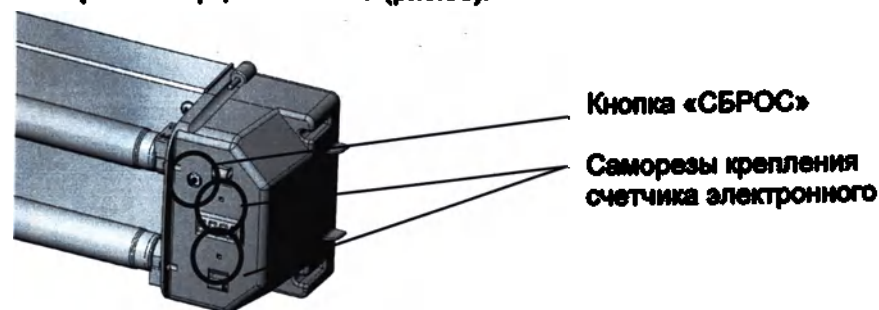

Рис.5
- 5.7. Фиксация времени, отработанного лампами, осуществляется с помощью счетчика электронного с цифровым индикатором, позволяющим фиксировать суммарную наработку ламп в часах (рис.2). Погрешность показаний счетчика не превышает 5 %. Информация сохраняется в памяти счетчика при выключенном облучателе в течение 1 года. В конструкцию счетчика включена кнопка сброса показаний при замене ламп (рис.5).
- Нажать кнопку «СБРОС» счетчика и удерживать (рис.5).